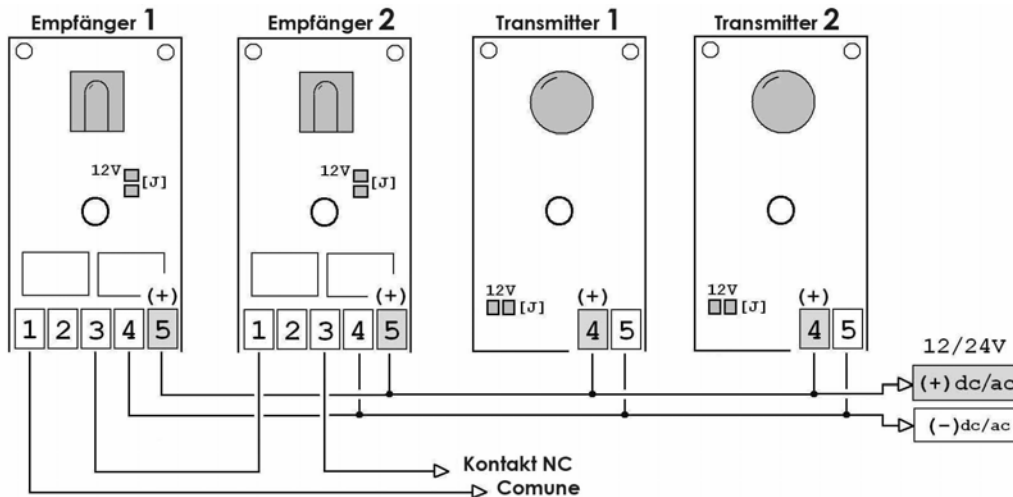

FIG. 7
- 3) Die Elektronik in die Boxer ein fügen (Fig.6); wenn nur 1 Paar Photozellen benutzt wird Bei 2 Paar am gleichen Eingang der Platine, Verbindung in der Reihenfolge der Kontakte, die normalerweise geschlossen sind NC (Fig.7).